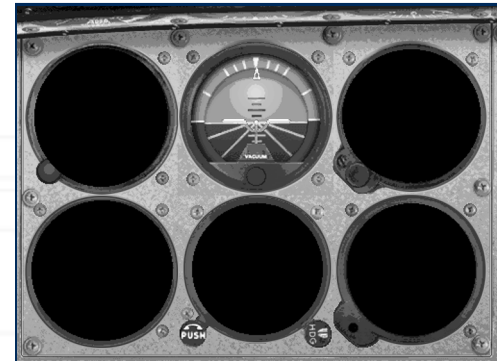

Abbildung 13-2
In Stufe 1 müssen Sie die Fluglage, Leistung und Trimmung festlegen. Wenn Sie sich z. B. auf einem horizontalen Geradeausflug befinden (Abbildung 13-2) und in einen Steigflug übergehen möchten (d. h. eine größere Änderung an der Fluglage vornehmen), müssen Sie eine Steiglage festlegen, die Leistung für diesen Steigflug erhöhen und dann trimmen. Konzentrieren Sie sich hierzu ganz auf den Fluglageanzeiger.
1. Senken Sie die Nase des Flugzeugs auf die Fluglage für den horizontalen Geradeausflug (Abbildung 13-2). Sie wissen nicht genau, ob Sie einen präzisen horizontalen Geradeausflug durchführen, aber das spielt im Moment keine Rolle.
1. Wählen Sie die Fluglage für den horizontalen Geradeausflug (Abbildung 13-2).